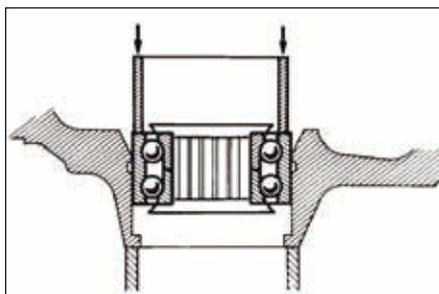

FIG.8
- A l'aide d'une presse, extraire la bague intérieure du roulement avec un tube de Ø 64 mm et de longueur 120 mm (Fig.8).